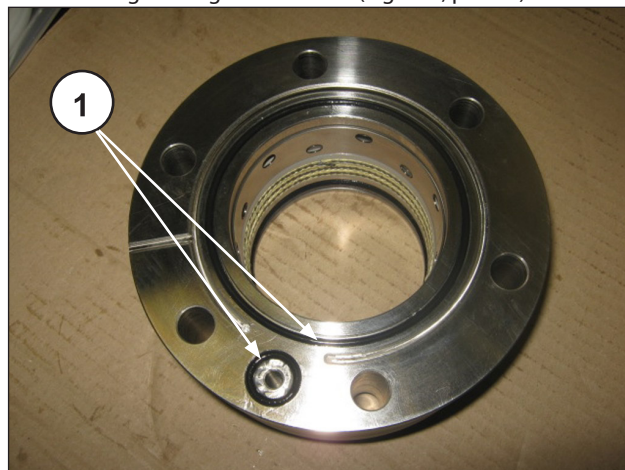

Fig. 256
Posizionare gli O-ring sulla camicia (Fig. 256, pos. ①):